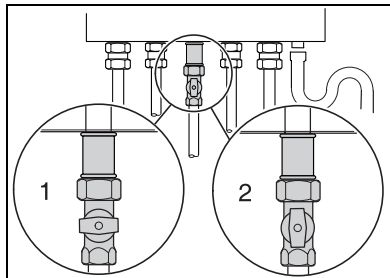

fig. 5 Gaskraan
- Open de gaskraan langzaam, door deze in te drukken en een ¼ omwenteling linksom te draaien (fig. 5, pos. 2). In de positie “open” staat de gaskraan verticaal.